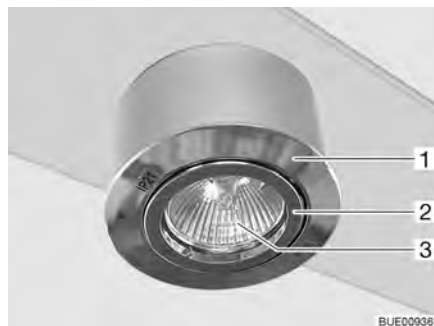

Fig. 208 Lámpara halógena empotrada (orientable)
La lámpara halógena empotrada (Fig. 208,1) está hundida en la lámpara de techo.
- Girar el anillo interior (Fig. 208,2) y sacarlo.
- Extraer la bombilla halógena (Fig. 208,3).